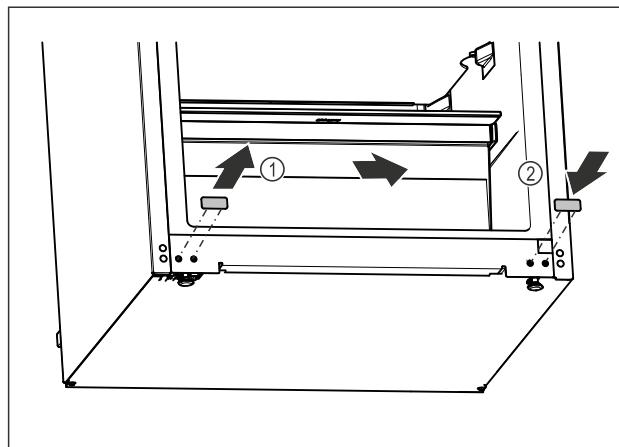

Fig. 20
- ▶ Извлеките заглушку. *Fig. 20 (1)*
- ▶ Установите заглушку на противоположной стороне. *Fig. 20 (2)*